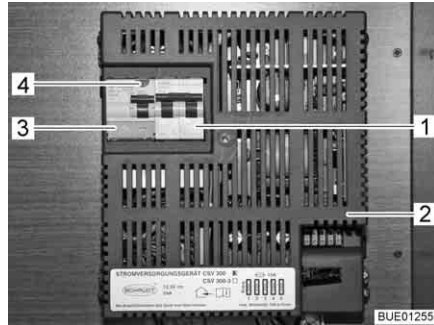

Bild 131 230-V-Sicherungsautomat und FI-Schalter (CSV 300)
Ein Fehlerstrom-Schutzschalter (FI-Schalter) (Bild 131,3) im Stromversorgungsgerät CSV 300 (Bild 131,2) sichert das gesamte Fahrzeug gegen Fehlerstrom (0,03 A) ab.
Ein nachgeschalteter zweipoliger Leitungsschutzschalter (Bild 131,1) im Stromversorgungsgerät sichert das 230-V-Bordnetz ab.
- Wenn das Fahrzeug an die 230-V-Versorgung angeschlossen ist, die Prüftaste (Bild 131,4) drücken. Der Fehlerstrom-Schutzschalter (FI-Schalter) muss auslösen.